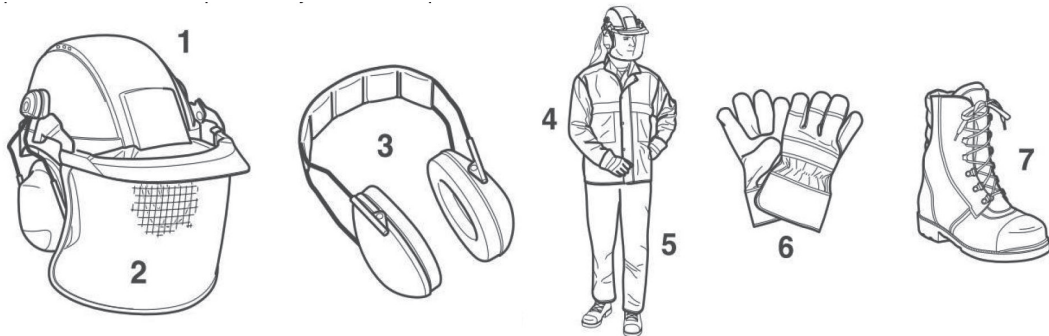

Рис. 1
- Для защиты от повреждения головы, глаз, органов слуха, рук, ног, следует обязательно применять описанные ниже средства индивидуальной защиты (рис. 1).